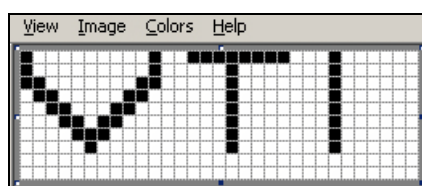

Figure 5-46: Logo créé sur Microsoft Paint
- 6 Créez le logo demandé sur la page (consulter Figure 5-46).